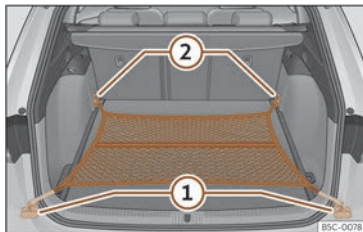

Fig. 128 Dans le coffre à bagages : sac pour filet accroché au niveau du plancher.
- Fixez les crochets du filet aux œillets d'arrimage (1) et (2)»» fig. 128 »» ⚠. La fermeture à glissière du sac doit rester vers le haut.